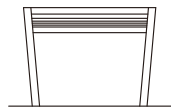

図6-3 寸法以下のイメージ
- 図6-3のように間口下端(※2)の寸法が許容範囲より小さくなった場合は、シャッターが取付けられなかったりシャッター取付け後に異音やキズが発生して正常に作動しなくなる場合があります。